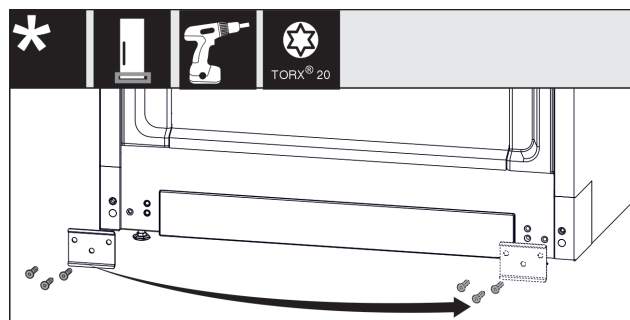

Fig. 12
- ▶ Desatornille la placa, colóquela en el otro lado y vuelva a atornillarla. Fig. 12 (1)
- ▶ Vuelva a colocar la cubierta en el otro lado. (1)